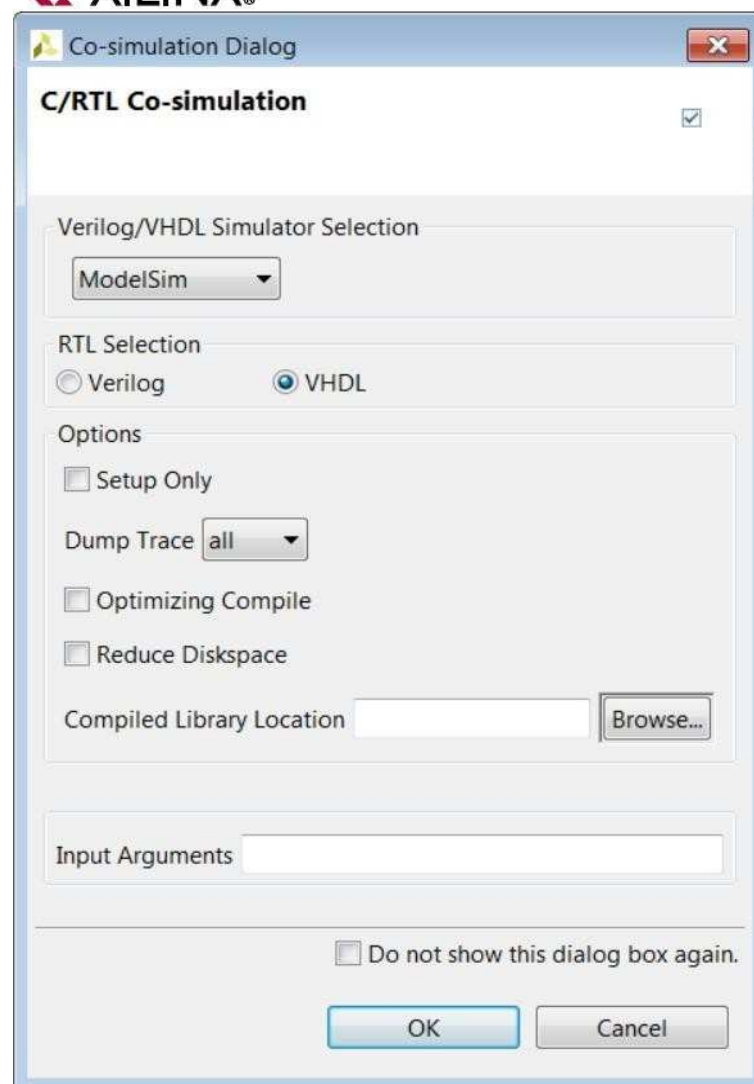

图 8-15: 实验 3 的共仿真对话框
- c. 激活 **Dump Trace(转储跟踪)** 下拉菜单并选择 **all** 选项，得到如图 8-15 所示的选项。